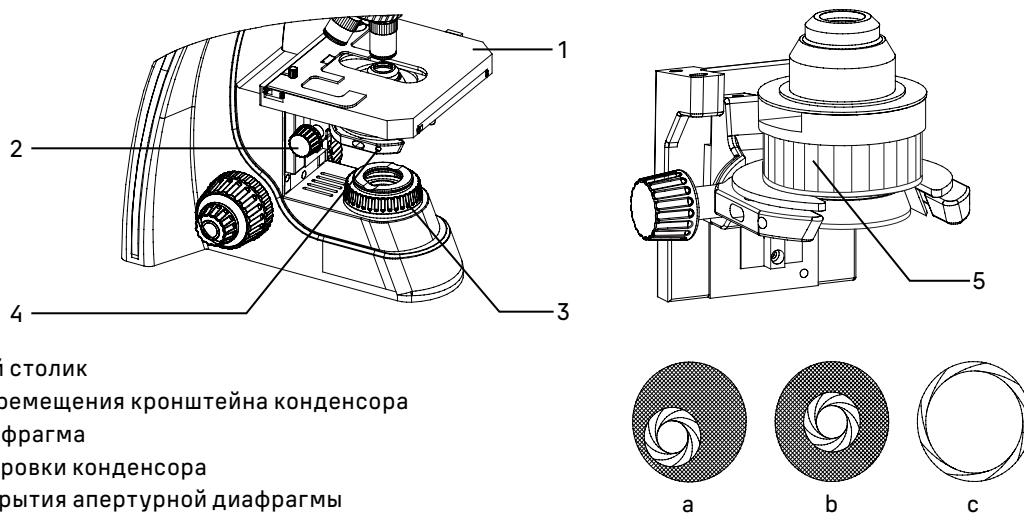

Рис. 9. Центрировка конденсора
- Наблюдая в окуляры, прикройте полевую и апертурную диафрагму, так чтобы была освещена только центральная часть поля зрения – рис. 9а.
- Приведите изображение в центр поля зрения окуляра с помощью центрировочных винтов конденсора **4** – рис. 9б.
- Раскройте полевую диафрагму немного больше, чем размер поля зрения – рис. 9с. Может потребоваться дополнительная центрировка.